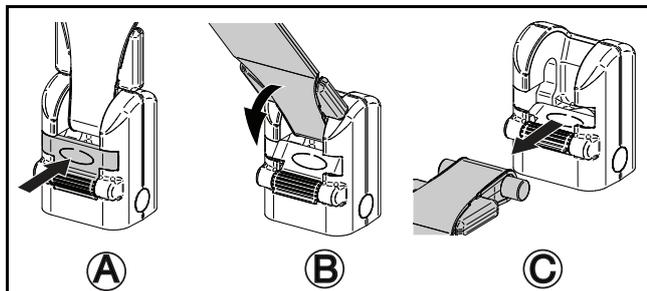

Fig. 4
- 2) Aprire la chiusura che blocca la cinghia in posizione spingendola verso l'interno (vedere Fig. 4 A).
- 3) Ruotare la cinghia verso la chiusura (vedere Fig. 4 B).
- 4) Estrarre la cinghia dall'attacco (vedere Fig. 4 C).